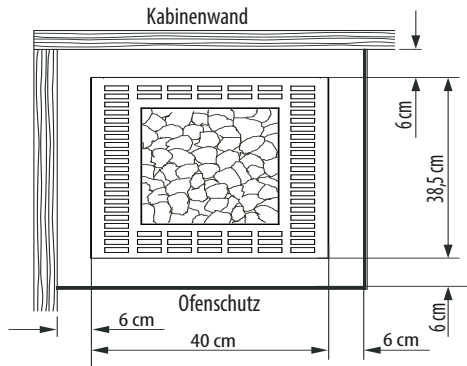

Abb. 1
- Bei der Montage des Saunaofens ist darauf zu achten, dass waagerechte (seitliche) Ab-stand zwischen Ofen und Kabinenwand min-destens 6 cm beträgt (Abb. 1).